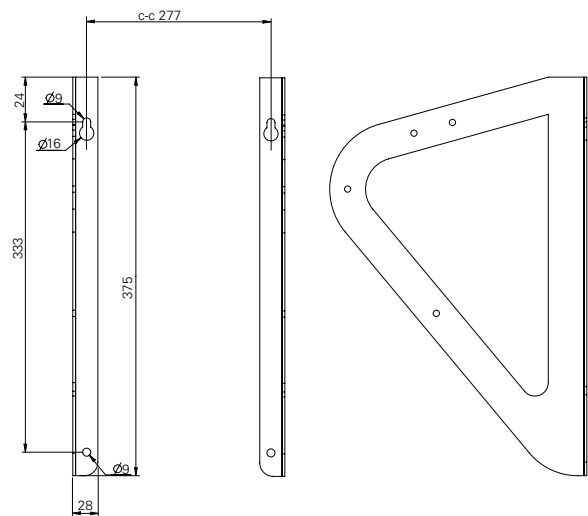

Fig. 2
1. Percer quatre trous au mur en vérifiant l'entreaxe selon la figure 2 de la page 2.